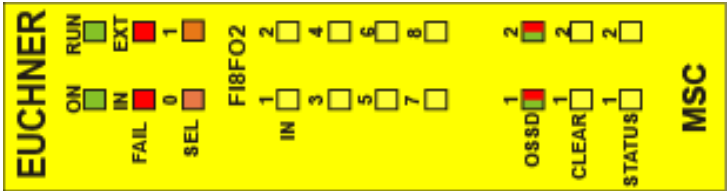

Fig. 33 :
8.4.3. Module FI8FO2 (Fig. 33)